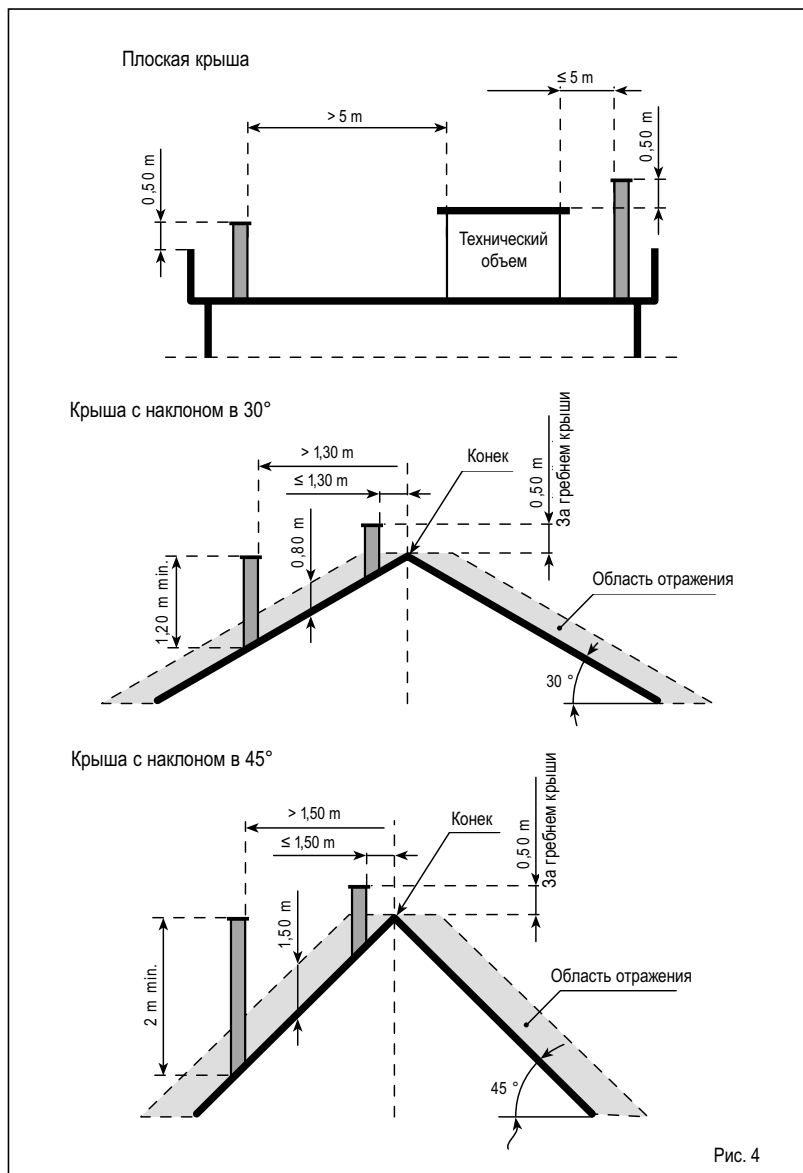

Рис. 4
- выпуск дымохода на крышу должен быть выше конька крыши во избежание опрокидывания тяги, которое затруднит выброс продуктов сгорания (рис.4);